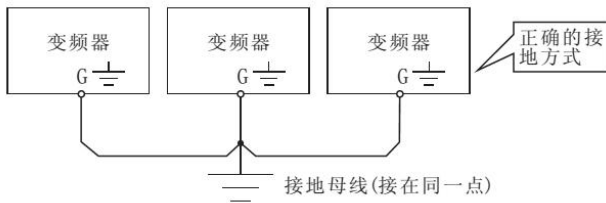

图1-1
- 为了安全起见，变频器的接地端子必须可靠接地。为了避免接地共阻抗干扰的影响，多台变频器的接地要采用一点接地方式，如图 1-1 所示。